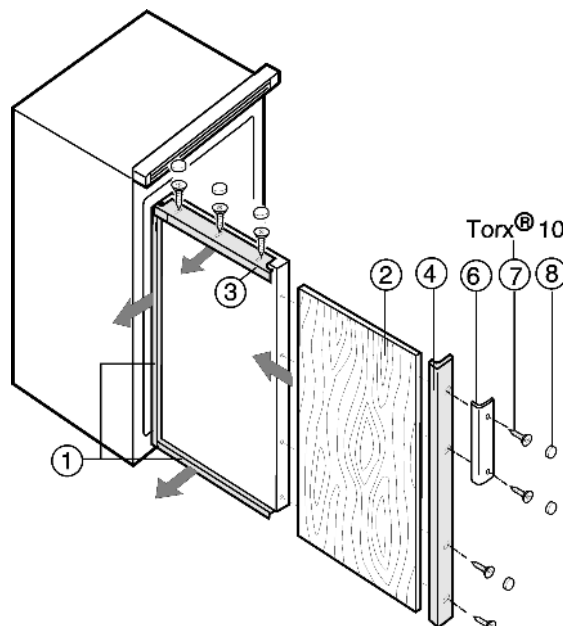

Fig. 11
▶ Открутите декоративную рамку Fig. 11 (4) со стороны ручки.
▶ На всех остальных декоративных рамках Fig. 11 (1, 3) винты нужно только ослабить и сдвинуть декоративные рамки вперёд.
▶ Вдвинуть декоративную панель Fig. 11 (2).
▶ Сдвиньте декоративную рамку Fig. 11 (1, 3) назад и прикрутите.
▶ Прикрутите декоративную рамку Fig. 11 (4), используя ручку Fig. 11 (6) и винты Fig. 11 (7).
▶ На всех головках винтов защёлкните накладки Fig. 11 (8).